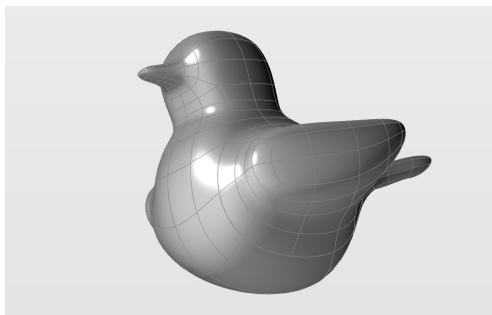

图 6-71 使用“合并 PolyNURBS”工具获得光滑过渡效果
3) 使用“合并 PolyNURBS”工具，合并小鸟的左右两部分，该合并工具可直接接合两侧形成光滑的过渡，如图 6-71 所示。